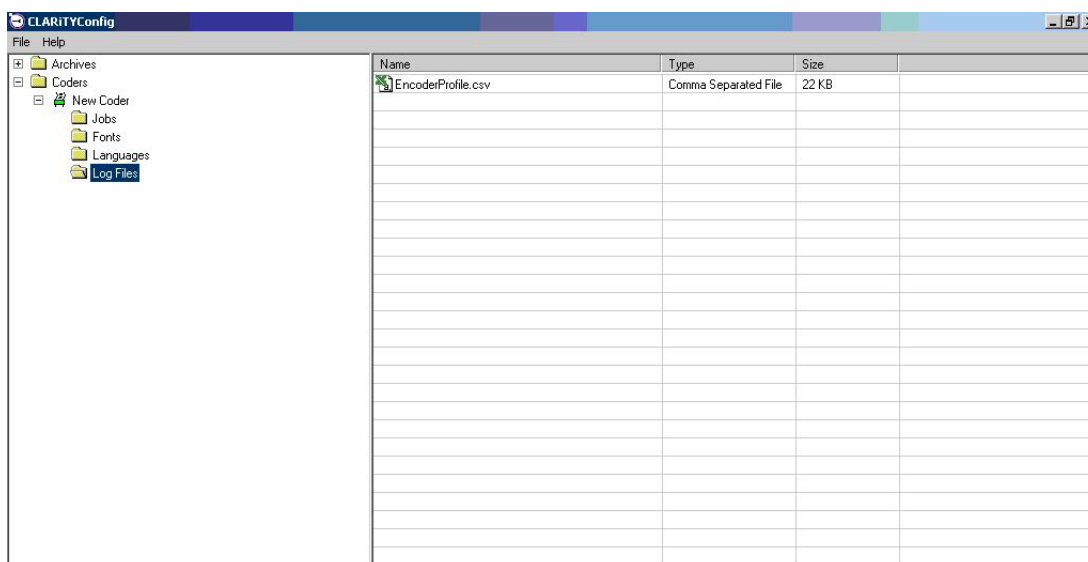

Рисунок 5-19: Профили синхронизации - Файлы журналов
3. Для доступа к этому файлу выберите папку Файлы журналов из нового синхронизации, как показано на Рисунок 5-19.